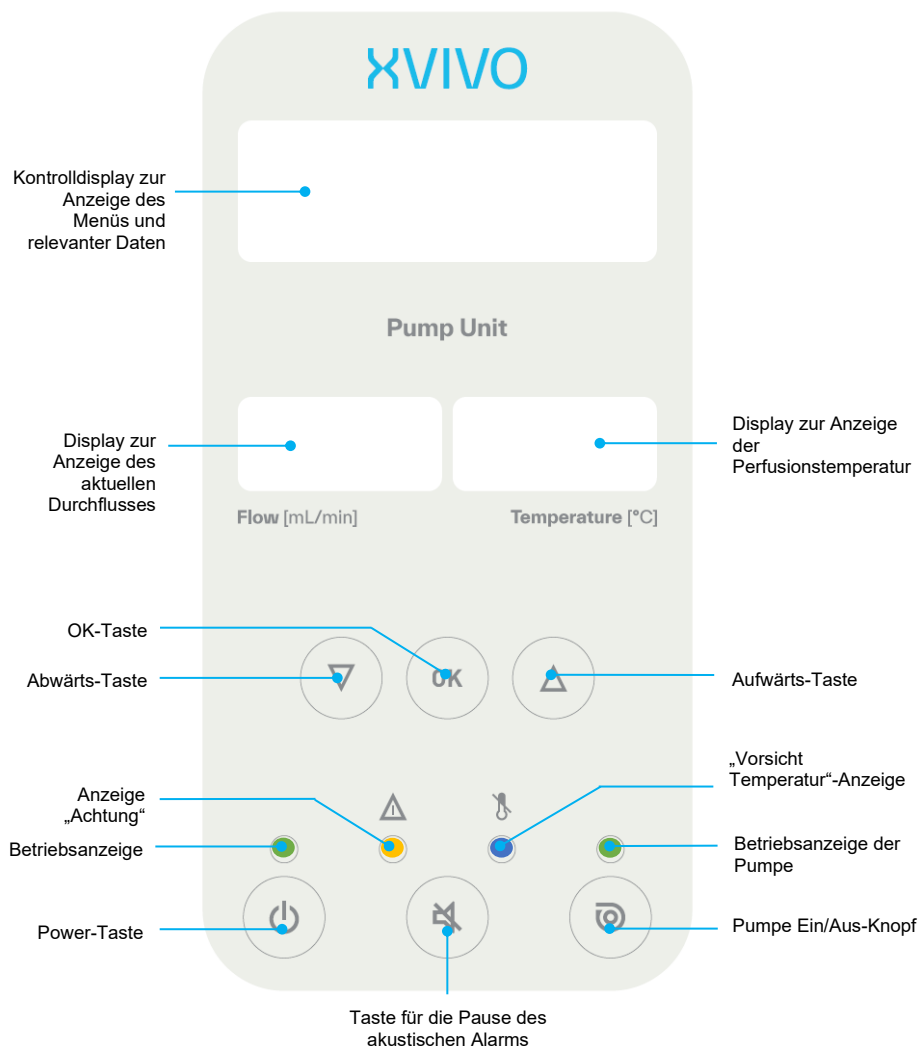

Abbildung 3 Bedienfeld der Pumpeneinheit
- Setzen Sie den Pumpenkopf auf die Magnetkupplung der Pumpe auf, die sich an der Außenseite der Kidney Assist-Pumpeneinheit befindet (Abbildung 3, Ziffer 13).